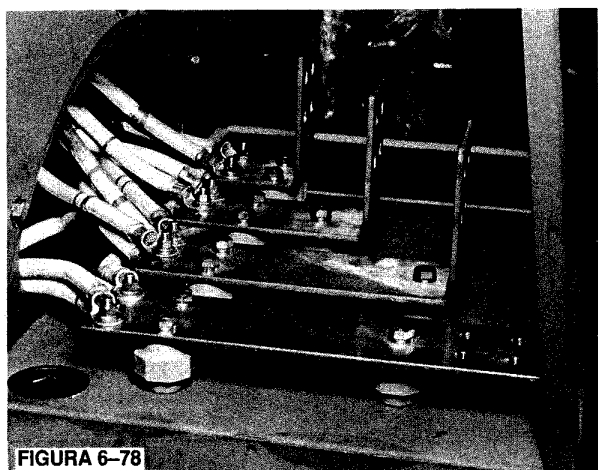

FIGURA 6-78
2. En generadores con ensambles de barras colectoras, vuelva a ensamblar los cables del estator principal y los bloques de aislamiento a las barras colectoras. (Figura 6-78.)